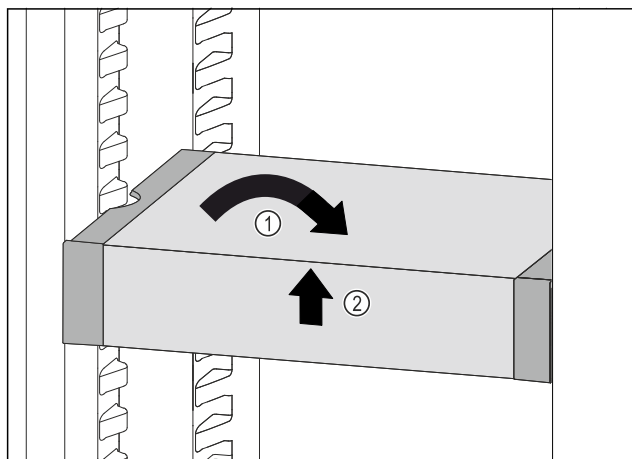

Fig. 115
- VarioSafe gerade stellen. Fig. 115 (1)
- VarioSafe vorne anheben. Fig. 115 (2)